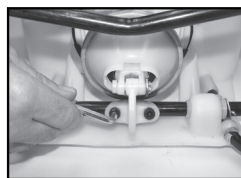

Figure 1
- 2) Retirez les 2 vis rattachant le levier du pivot à l'arbre de la pompe (Fig. 1).